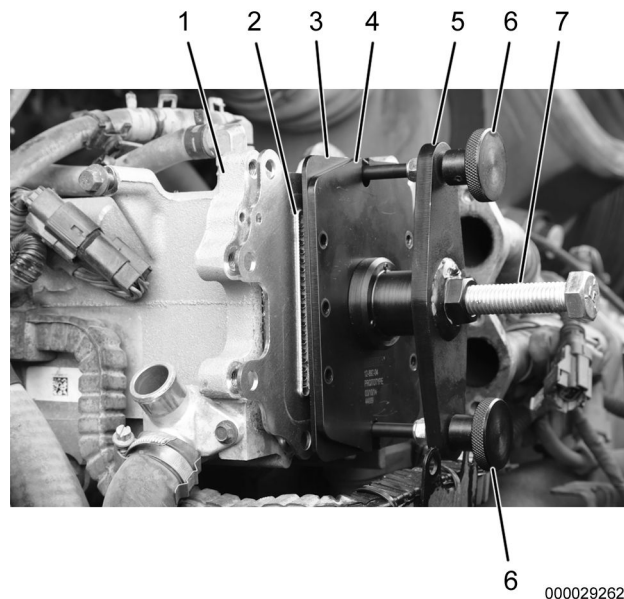

Figura 7. Tornillos giratorios del extractor del núcleo de EGR LT – Extracción del núcleo del enfriador de EGR LT.
3. Tornillo giratorio (2)
14. Afloje el tornillo de desmontaje del núcleo de EGR LT (Figura 7, elemento 4).
15. Afloje dos tornillos giratorios (Figura 7, elemento 3) y retire el extractor del núcleo de EGR LT (Figura 7, elemento 2) del núcleo del enfriador de EGR LT (Figura 7, elemento 1).